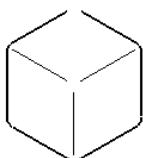

图 6-49
- Symbolic (符号): 在与各对应曲面相垂直的方向上投影的原始边线, 如图 6-49 所示。